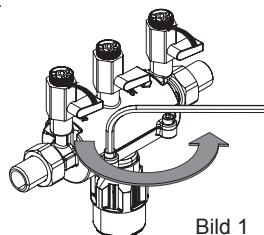

Bild 1
- Skruva loss de 4 insexskruvarna i ventilhuset (Bild 1).